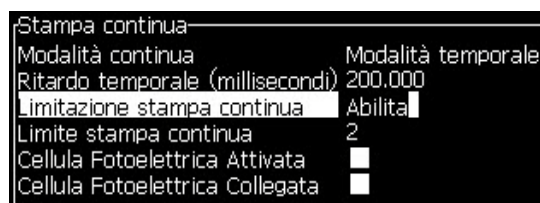

Figura 4-26: Finestra di dialogo Continuous Print (stampa continua)
- 1 Selezionare *Continuous Print (Stampa continua)* dal menu *Print (Stampa)*. A questo punto, appare la finestra di dialogo *Continuous Print* (vedi Figura 4-26).